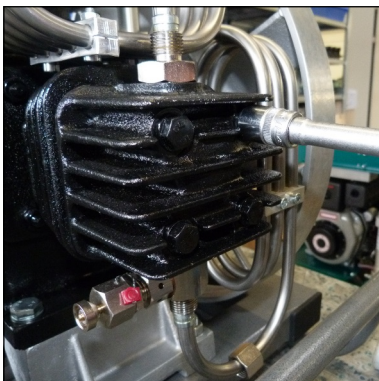

Abb. 2 - Ventilkopfschrauben lösen
- Ventilkopfschrauben über Kreuz anziehen und festziehen (Abb. 2).